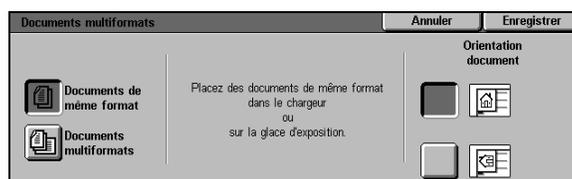

Figure 34 : Écran Documents multiformats avec option Format identique sélectionnée
- 1 Dans l'onglet Autres fonctions, sélectionnez **Documents multiformats** afin d'afficher l'écran correspondant (voir la figure 34).
- Appuyez sur **Format identique** (option par défaut) si les documents présentent les mêmes dimensions (voir la figure 34).